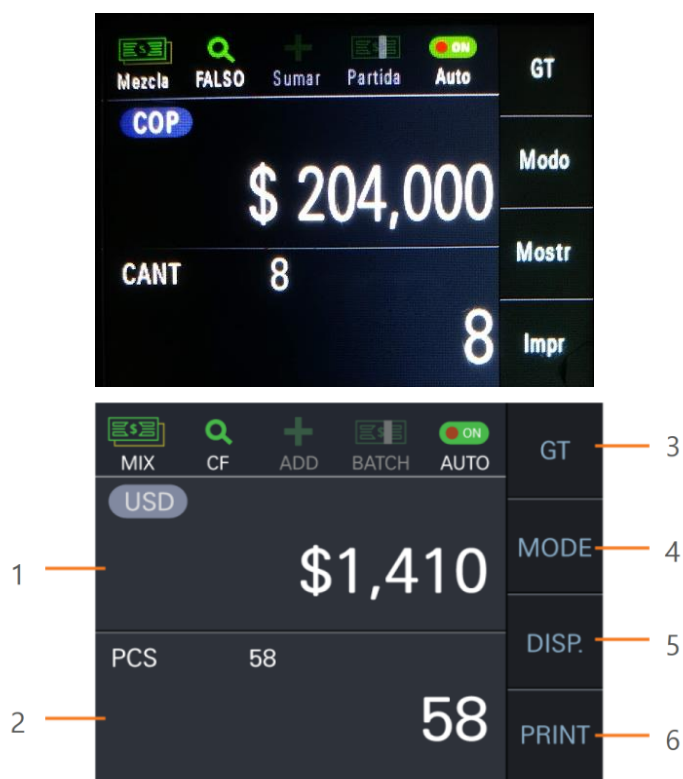

Fig. 7 - Pantalla mostrando resultado después del conteo (RESULTADO)
- Una vez que el conteo ha finalizado, la pantalla mostrará el resultado como se muestra en la Fig. 7.